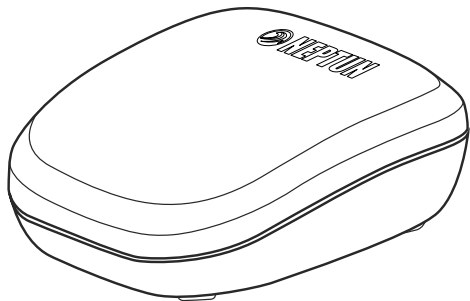
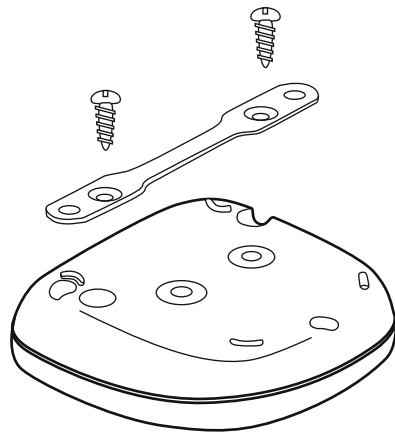

Рис. 1.
Рис. 2.
4. Установите Радиодатчик в месте возможного скопления воды на полу контактными пластинами вниз (рис. 1). При необходимости используйте крепление, входящее в комплект поставки Радиодатчика (рис. 2).